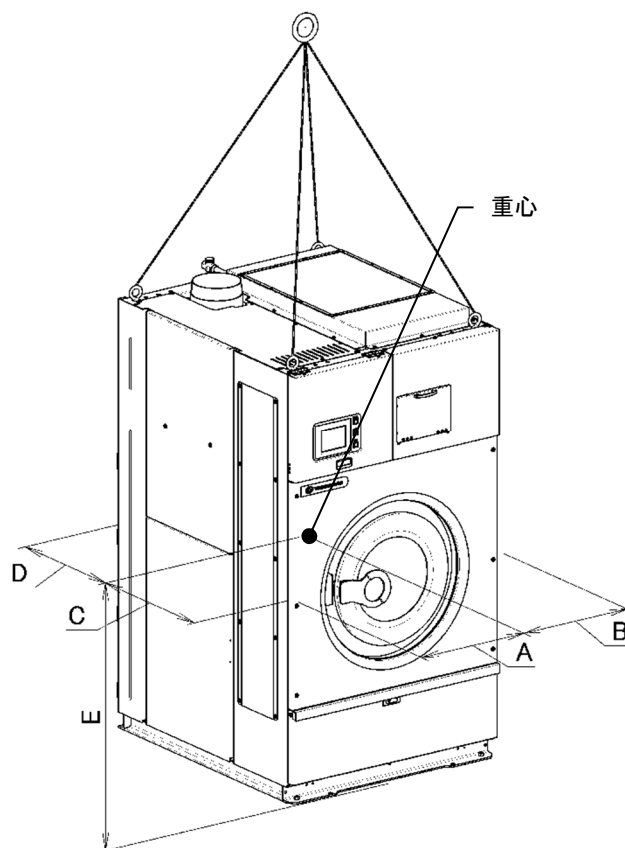

図 3-1
- 3) クレーン等で機械を吊り上げるときは、本体上部四隅(図 3-1)の 4ヶ所に必ずフックを掛けて吊り上げます。